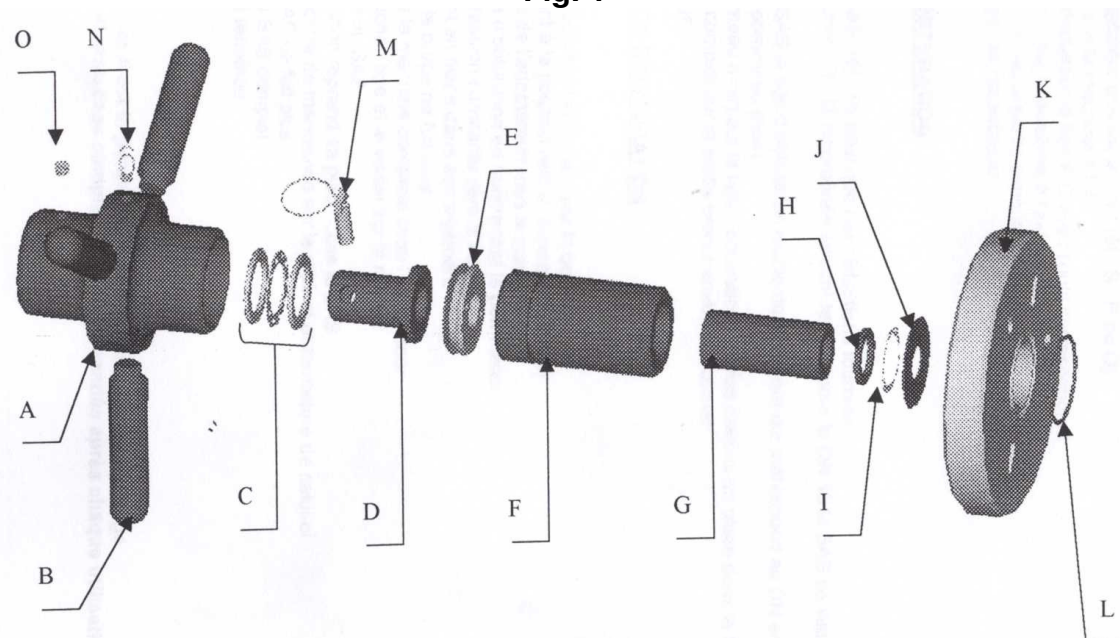

Fig. 2
6. Accionar o sistema de avanço [A,B], rodando-o - rotação no sentido contrário ao dos ponteiros do relógio - até ao ponto em que se torna possível inserir a cavilha [M – Fig.2] (proceder de modo a que se aproveitem os furos, do veio de manobra e o do sistema de avanço, cuja coincidência esteja mais próxima da posição extrema). Depois deste passo, rodar o sistema de avanço [A,B] - no sentido horário -, de maneira a confirmar o contacto do conjunto de furação com o tubo.
9. Retire-se a cavilha [M – Fig.2] para libertar o veio de manobra do sistema de avanço; em seguida recue o veio de furação de modo a possibilitar o fecho da válvula de ramal. Quando esta estiver fechada, a máquina de furação pode ser desmontada de forma a completar-se a execução do ramal.